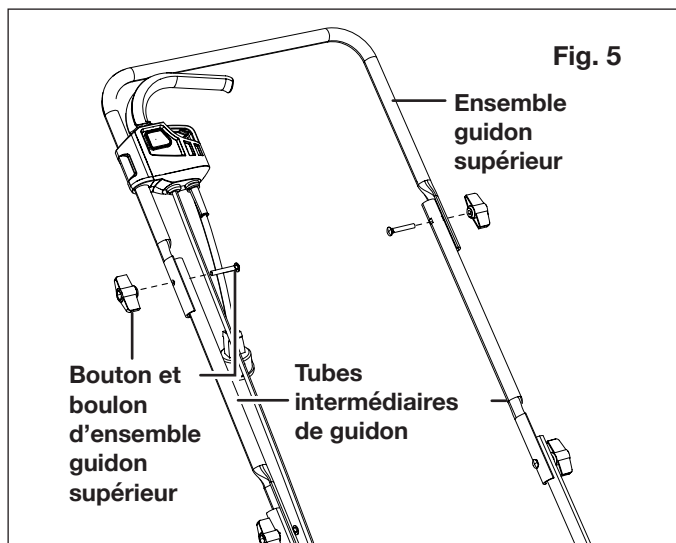

Fig. 5
4. Raccordez l'ensemble guidon supérieur aux tubes intermédiaires à l'aide du second jeu de boutons et de boulons. Serrez les boutons de chaque côté pour bien attacher les ensembles guidon (Fig. 5).